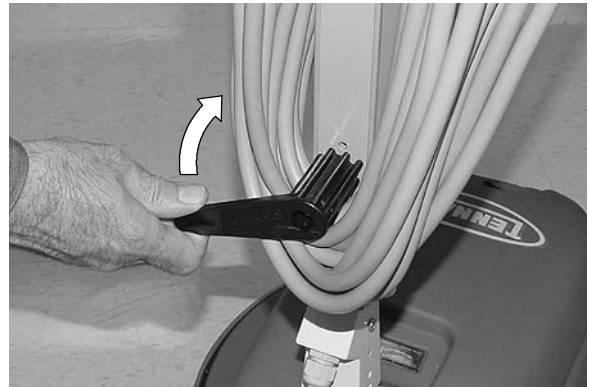

BILD. 4
1. Dra och vrid snabbutlösningssladdens hake uppåt och lossa den från maskinen (bild 4).